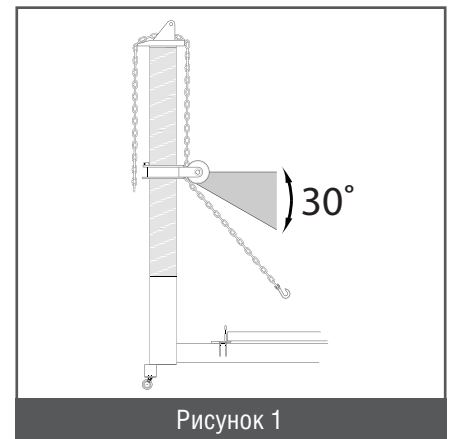

Рисунок 1
- 1) При натягивании цепи вверх под углом более 30° к линии горизонта (рисунок 1).